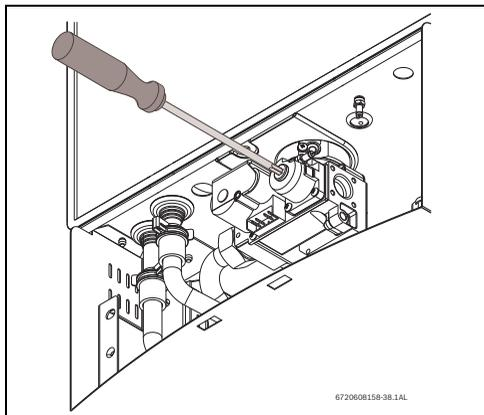

Fig. 54 Ajuste de CO2 no modo P2
- ▶ Colocar a tampa de protecção da parte frontal da válvula de gás, Fig. 54.